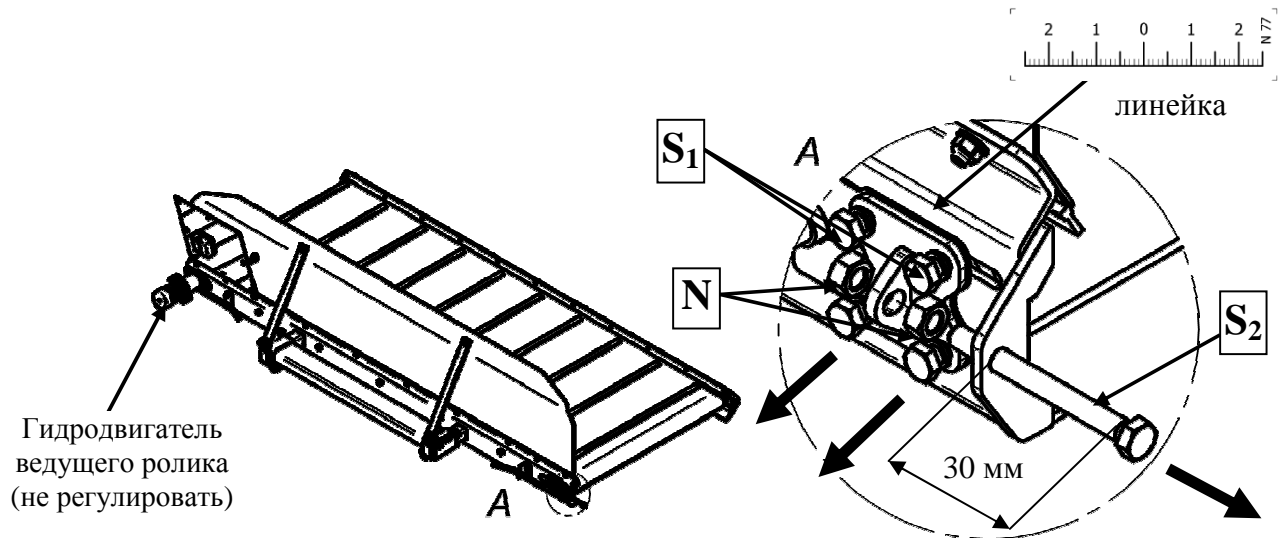

Рис. 42.
2. Травить механизм натяжения ленты натяжного ролика - болта M10 - S₁, гайки M12 - N₂ и открутить регулировочный винт M12 - S₂ на около 30 мм (Рис. 42)